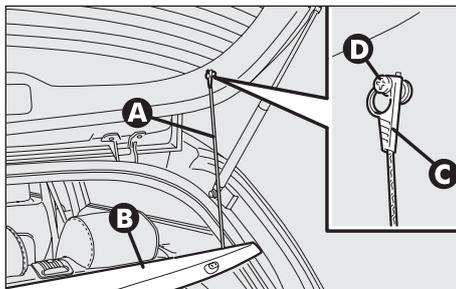

fig. 20
- liberare le estremità dei due tiranti (**A-fig. 20**) di sostegno ripiano sottolunotto (**B**) sfilando gli occhielli (**C**) dai perni (**D**);